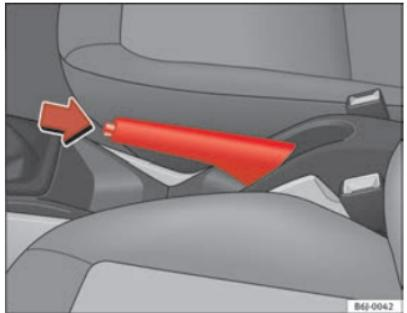

Fig. 107 Freno de mano entre los asientos delanteros
⇒ fig. 107.
- Tire ligeramente de la palanca hacia arriba, presione el botón de desbloqueo en la dirección de la flecha ⇒ fig. 107 y baje completamente la palanca ⇒ !.